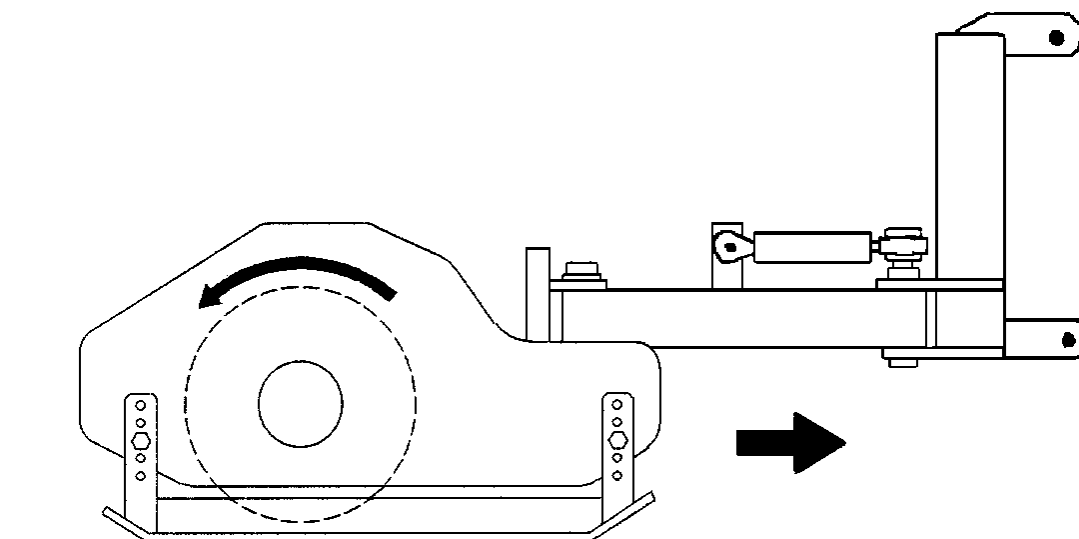

Fig. 4-2 *Senso di rotazione del rotore in funzione del senso di marcia.*
*Il senso di rotazione del rotore dipende dal senso di marcia della trinciatrice durante il lavoro. Rispettare tale condizione come indicato in Fig. 4-2.*
*The rotating direction of the rotor depends on the working direction of the shredder. Make sure to observe the condition shown in Fig. 4-2.*